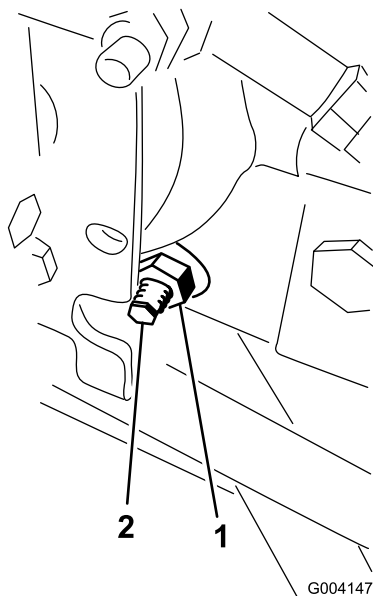

Figura 64
3. Dal lato destro dell'idrostat, allentate il dado di bloccaggio sulla camma di regolazione della trazione (Figura 64).